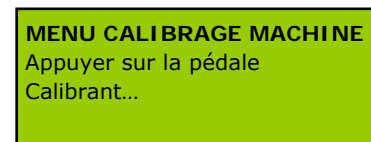

Figure 17.
- Rotation complète par l'arrière de 360° pour revenir à la position initiale de 0°. Message écran Figure 17.